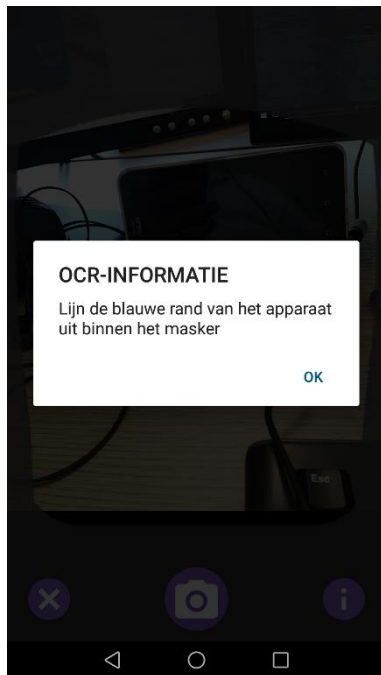

Fig 89
- Raak de  knop om een hulp te lezen voor de gebruiker die essentiële informatie over de OCR-functionaliteit laat zien (Fig 88 **C**). Het volgende venster wordt weergegeven (Fig 89):